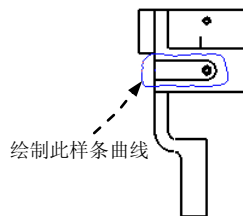

图 8.1.23 绘制剖视图的边界线
② 在系统 **在当前视图上草绘样条来定义外部边界。** 的提示下，直接绘制图 8.1.23 所示的样条曲线来定义部分视图的边界，然后单击 **确定** 按钮。